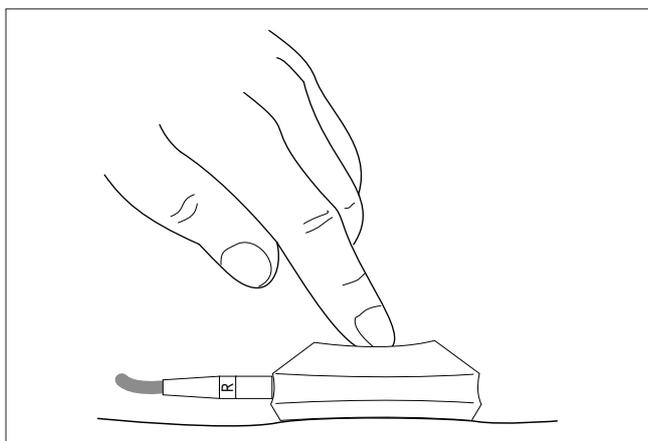

Figure 4-2. Pose d'une électrode
- \* Mettez l'organe de réglage de dépression en position standard (a, figure 4-2).
- \* Placez l'électrode au point de captage en appuyant légèrement sur la ventouse (figure 4-2).